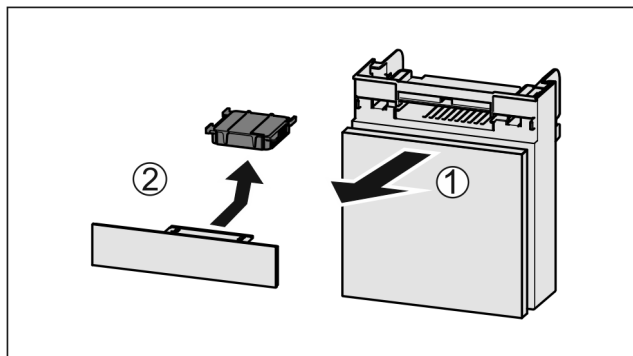

Fig. 48
- Estrarre il vano tirando in avanti Fig. 48 (1).
- Rimuovere il filtro a carboni attivi Fig. 48 (2).